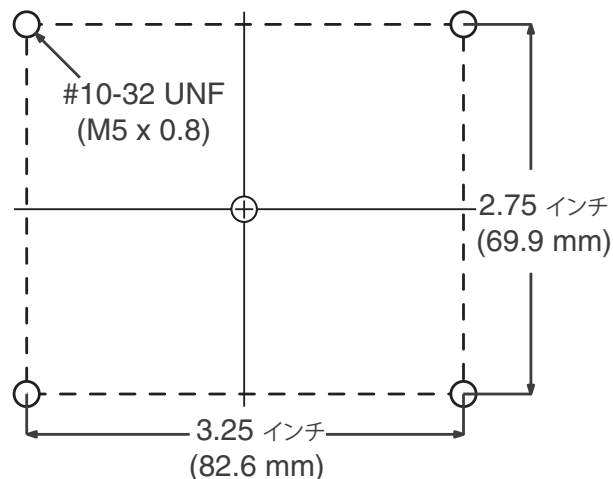

図 21: CGM 取り付け穴
4. 図 21に図示された取り付け穴寸法図を用いて取り付け穴を開けます。